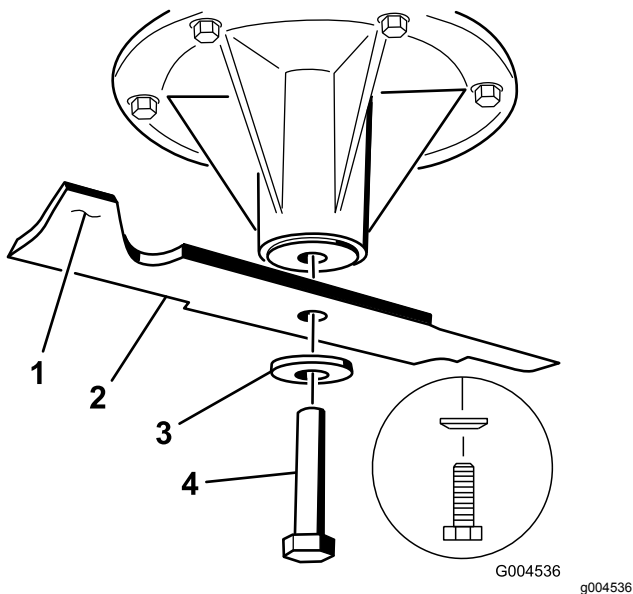

Figure 103
1. Placez la lame sur l'axe (Figure 103).
2. Mettez en place la rondelle élastique et le boulon de la lame (Figure 103).
**Remarque:** Le cône de la rondelle élastique doit être dirigé vers la tête du boulon (Figure 103).